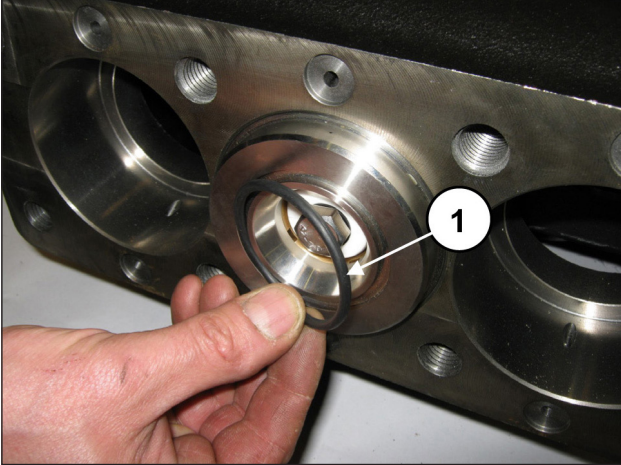
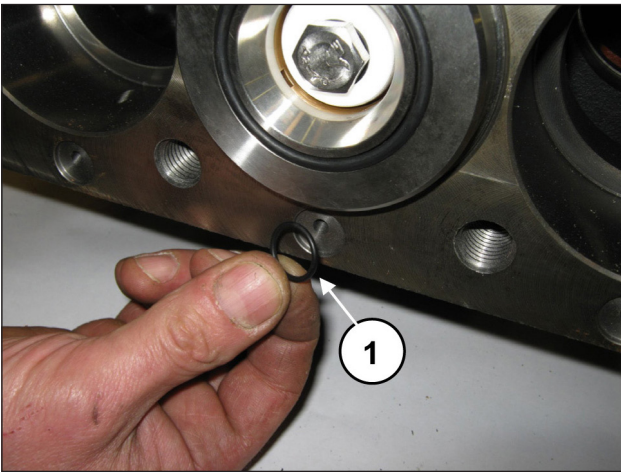

Fig. 187
Fig. 188
Monter le joint torique à l'avant de la chemise (rep. ①, Fig. 187) et le joint torique de l'orifice de recirculation (rep. ①, Fig. 188).